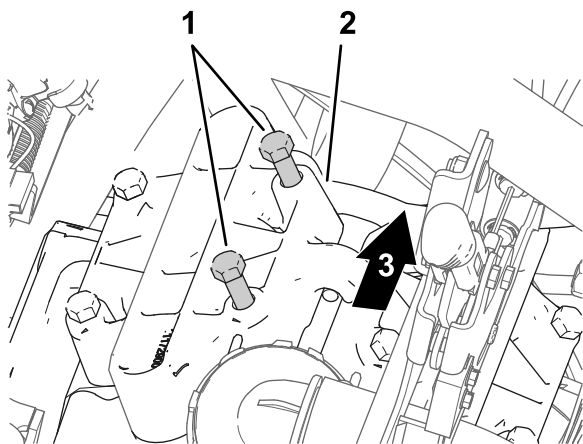

図 175
1. ポンプヘッドの 11 時の位置のところで、ボルト2本を 図 175 のようにゆるめて、ボルトの頭とポンプとの間に 7-10 mm の隙間を作る。